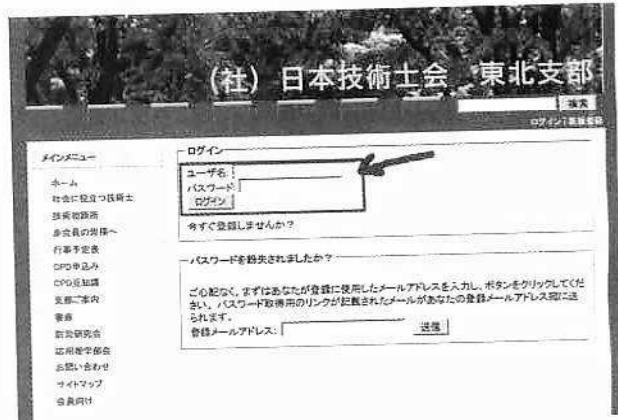

図3. ログイン画面
⑧ログイン画面へのリンク；クリックするとログイン画面（図3）へ移行します。
先に述べましたログイン画面へのリンク（図2の⑧）をクリックすると、ログイン画面に移動します（図3）。表示された画面で、配布されたユーザーIDとパスワードを入力してください。なお、このユーザーIDとパスワードは本部ホームページで配布しているものとは共通ではありません。支部、本部それ配布されたものをお使いください。